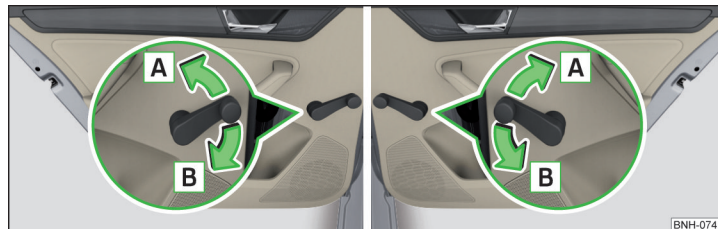

Fig. 54 Operación de ventana: a izquierda/derecha
- Para **abrir**, girar la manivela en el sentido de la flecha **A** » fig. 54.